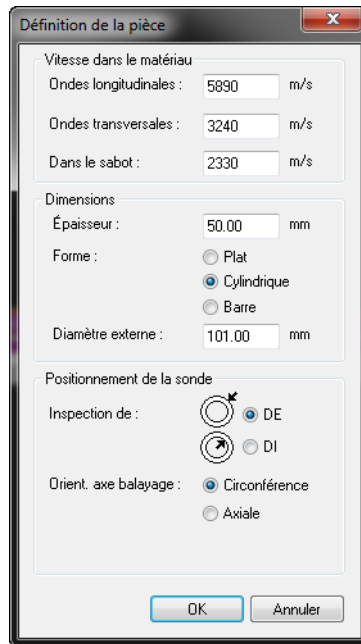

Figure 7-65 Boîte de dialogue Définition de la pièce
4. Définissez la pièce comme suit dans la boîte de dialogue **Définition de la pièce** qui apparaît (voir la Figure 7-65 à la page 426) :